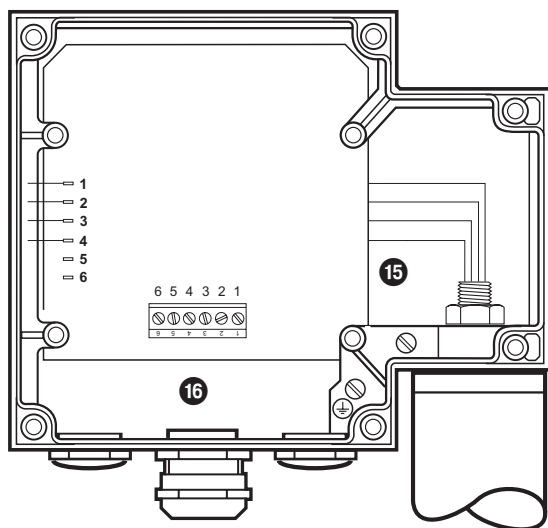

Fig. 14
2. Retirer les cosses de câble des barrettes de connexion. **Fig. 14**
3. Desserrer l'écrou 15 avec une clé plate de 19. Ne pas dévisser ! **Fig. 14**